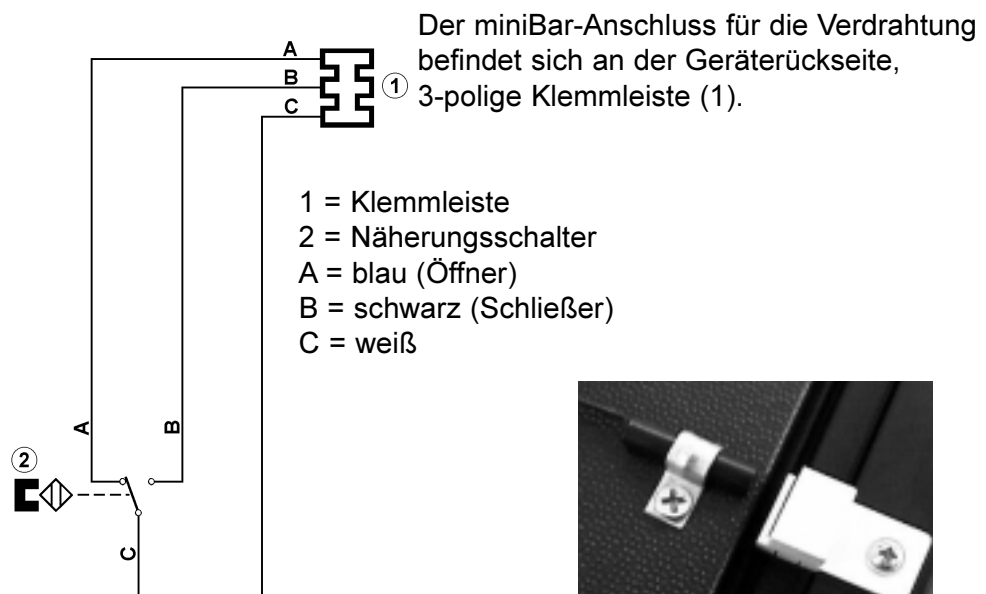

FIG. 1
Durch Öffnen der miniBar wird ein magnetisch betätigter Näherungsschalter (2) an der Kühlschrankunterseite aktiviert (FIG.1).